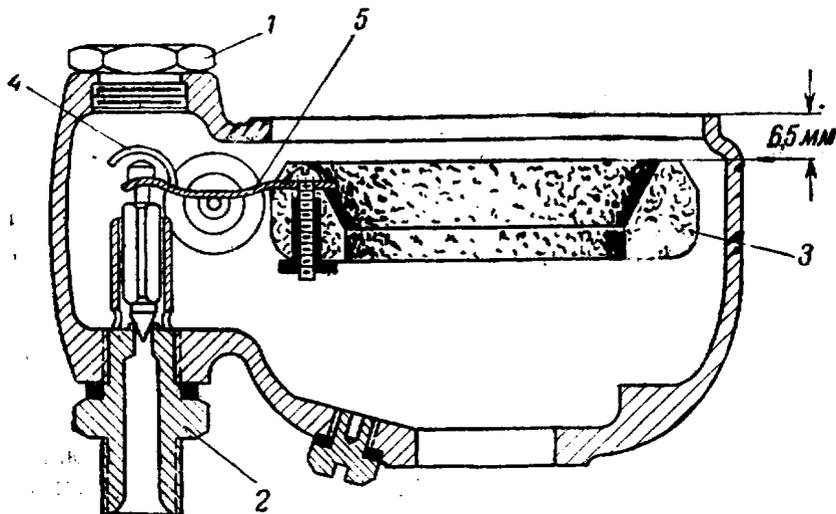

Рис. 24. Регулировка уровня топлива в поплавковой камере:
4. Отвернуть пробку 1 (рис. 24) корпуса запорной иглы.